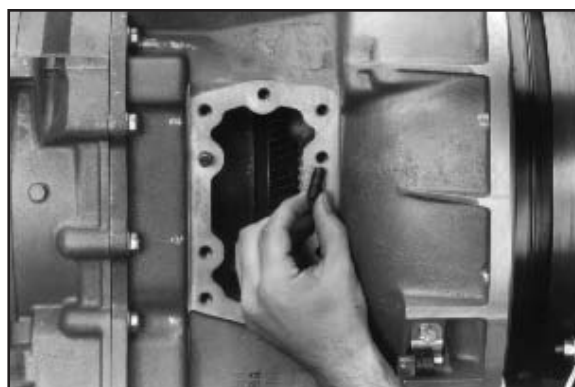

Fig. 4
4. Usando un destornillador, instale los pines-guía hasta el fondo (**Fig. 4**) (referirse a la página 39 para el lugar y uso correctos).